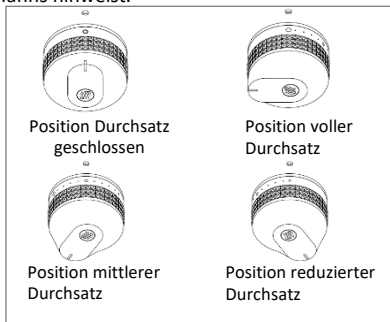

Abbildung 1: Einstellung des Bedienungshebels
6. Stellen Sie nun die Flammhöhe durch Drehen des oder der Bedienungshebel nach Belieben auf vollen Durchsatz (großer Kreis) oder geringen Durchsatz (kleiner Kreis) ein (Siehe Abbildung 1)